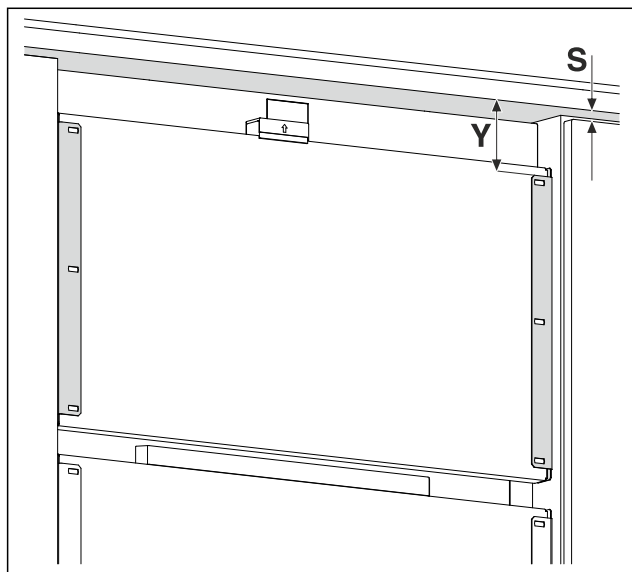

Fig. 16 Ilustrační zobrazení
- Změřte vzdálenost Fig. 16 (Y) od spodní hrany čela nábytku k přídržnému úhelníku.
- Změřte rozměr štěrbiny Fig. 16 (S) od spodní hrany čela nábytku k horní hraně nábytkových dvířek.